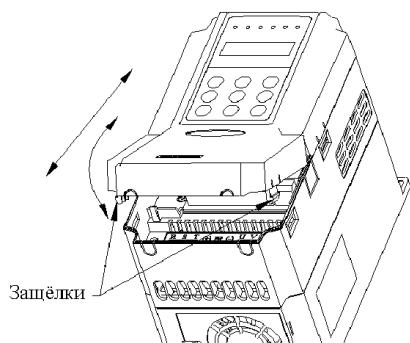

Рис. 3-4 Демонтаж и установка пластмассовой крышки.
- 2) Вставьте штыри крышки в пазы инвертора, нажмите вниз на крышку. Защелки на крышке должны зафиксироваться с обеих сторон в пазах на корпусе частотного преобразователя. (Рис.3-4)